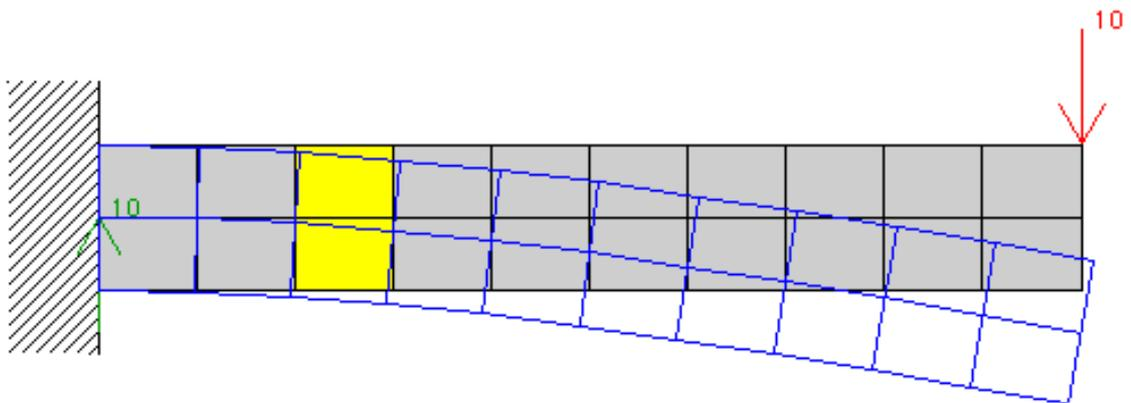

図 2.1.2 「梁の曲げ試験」初期画面
(2) アドレス<http://archi2.ace.nitech.ac.jp/ichi2/> に接続し、「構造力学入門」のボタンを押す。さらに、「梁の曲げ試験」のボタンを押すと図2.1.2のような画面が現れる。図がたくさんあるが、まずは左上の図のみ注目されたい。梁の右端には10 Nの荷重が加わり、梁は下向きに曲がっている。なお、梁の根っこの10 Nの矢印は梁が壁から受ける反力であって、今の段階では気にしなくてよろしい。